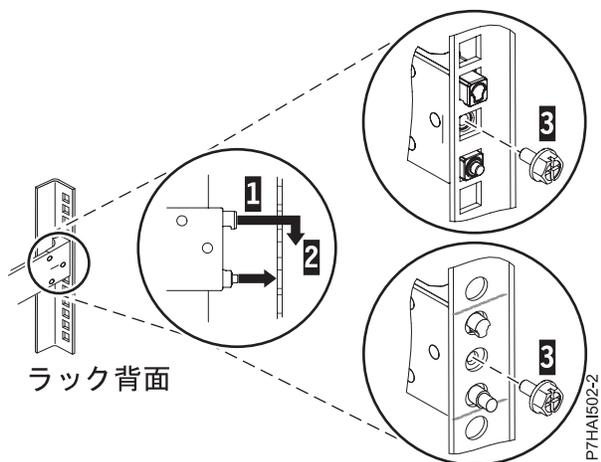

図 20. ラック背面の穴へのピンの位置合わせおよび噛み合わせ
3. スライド・レールの後部にある 2 つのピンの位置を、事前にマークを付けた、選択済みの EIA 単位の上下 2 つの穴に合わせます。スライド・レールを手前に引いて、2 つのピンをラックの穴に挿入し (1)、スライド・レールを下方に下げて (2) 上部のピンのフック機構を噛み合わせます。詳しくは、27 ページの図 20を参照してください。次のステップに進む前に、2 本のピンがラックの穴から出ていることを確認してください。